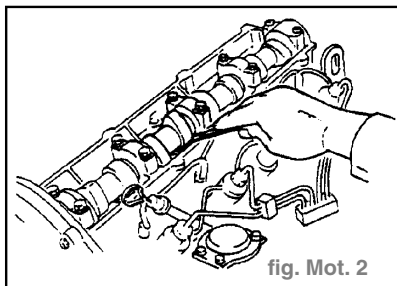

fig. Mot. 2
- Mesurer le jeu des soupapes aux cylindres n°1, n°2 (ADM) et n°1, n°3 (ECH). (fig. Mot. 2)